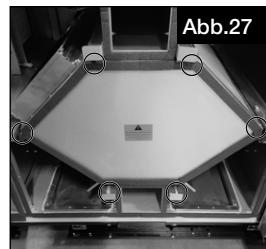

Abb.27
3. Die Verschlüsse des Wärmetauschers lösen und die Verriegelungsstangen nach vorne ziehen (s. Abb.27).